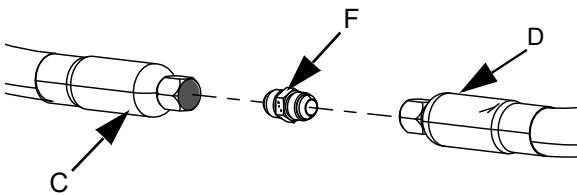

FIG. 24
- 6. Om du använder två slangar (C och D), koppla matningsslang 1 till matningsslang 2 (F) och koppla matningsslang 1 (C) till matningsslang 2 (D). Se FIG. 24.